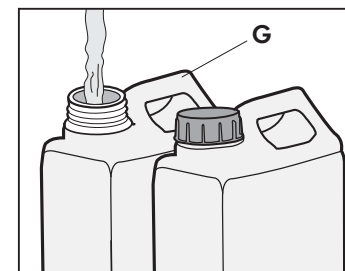

Fig. 4
- Encher o galão (G) com água potável **(Fig. 4)**.